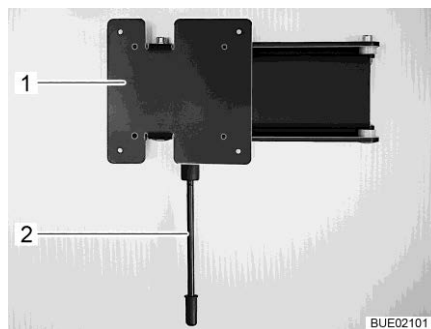

Fig. 92 Support mural
- Tirer le levier de déverrouillage (Fig. 92,1) vers le bas et faire pivoter le support (Fig. 92,2) et l'écran plat pour les amener en position souhaitée.